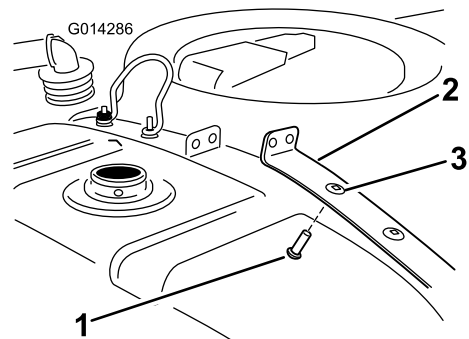

Figura 8
1. Instale un perno de cuello cuadrado en el taladro interior del fleje trasero derecho del depósito. (Figura 8)